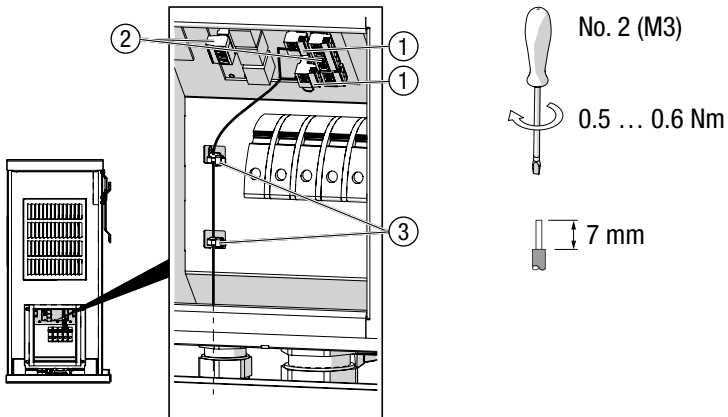

Bild 26 Externe Meldekontakte anschließen
3. Schließen Sie den Meldekontakt am 2-poligen Stecker (Bild 26/Pos. 1) wie folgt an:
6. Stecken Sie die restlichen Stecker ein, um die offenen Kontakte abzudecken (Bild 26/ Pos. 2).
7. Befestigen Sie die Kabel mit Kabelbindern an den Gehäuselaschen (Bild 26/Pos. 3).